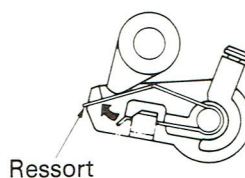

Fig. 10
9. Graissage (Fig. 10 et 11)
- Retirer le ressort (pousser dans le sens de la flèche, voir Fig. 10)